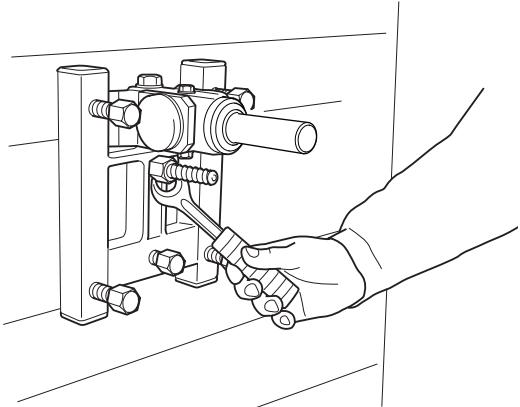

Fig. 8
1. Praticare un foro (15 mm) nella parete e inserire il bullone a espansione. Avvitare la piattaforma GB 40 AT con la chiave da 24 mm (fig. 8).
1. Ein Loch (15 mm) in die Wand bohren und die Spreizschraube einschrauben. Sohlenplatte GB 40 AT mit dem 24-mm-Schraubenschlüssel festschrauben (Abb. 8).
1. Percer un trou (15 mm) dans le mur et enfoncez le boulon d'expansion. Visser le piétement GB 40 AT à l'aide d'une clé de 24 mm (Fig. 8).
1. Boor een gat (15 mm) in de wand en sla de rekbout daar in. Schroef de bodemplaat GB 40 AT vast, gebruik een 24 mm sleutel (Fig. 8).